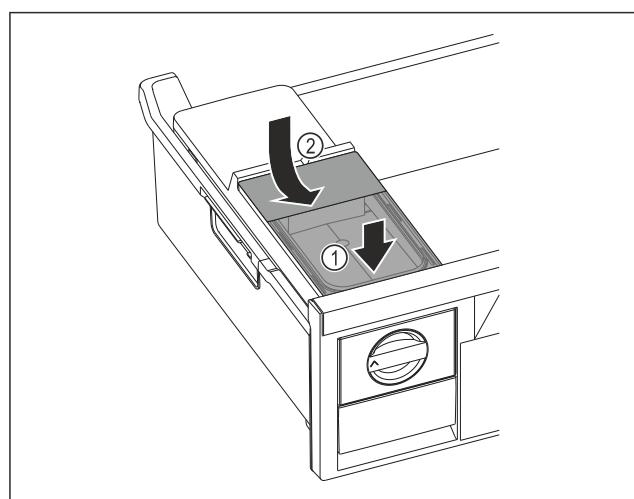

Fig. 70
- Nádržku na vodu nasadťte vpred. Fig. 70 (1)
► Nádržku na vodu spusťte vzadu. Fig. 70 (2)